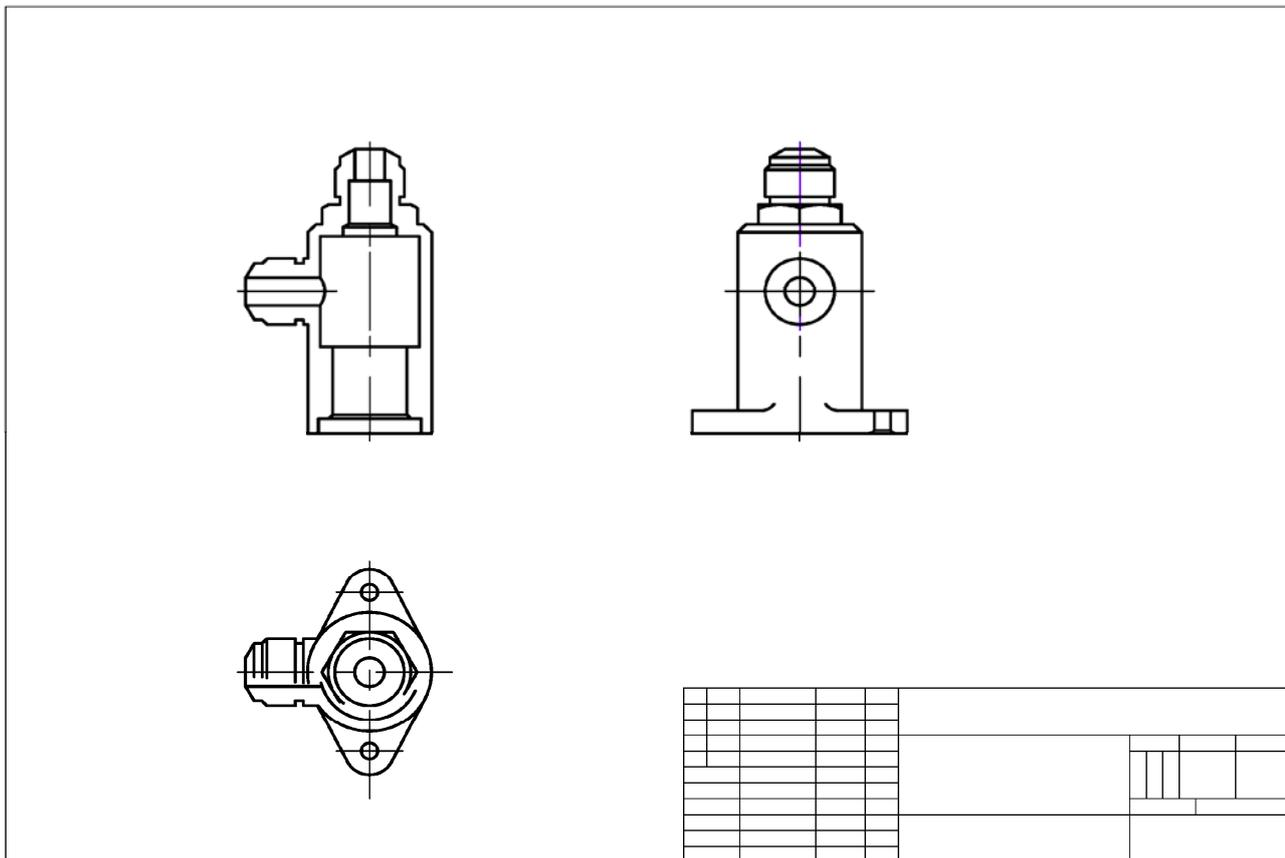

Рис. 7.5. Компонка изображений детали на чертеже
3.4.1. Последовательным выбором команд **Повернуть**, **Перенести** и др. добиться правильного расположения проекций детали. Все построения должны занимать **не менее 75%** поля чертежа и равномерно размещаться на поле чертежа (рис. 7.5).